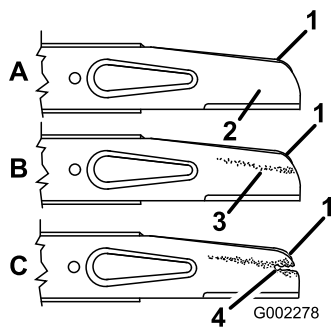

Figure 28
2. Enlevez le boulon de lame, la rondelle de blocage, l'accélérateur et la lame (Figure 28).